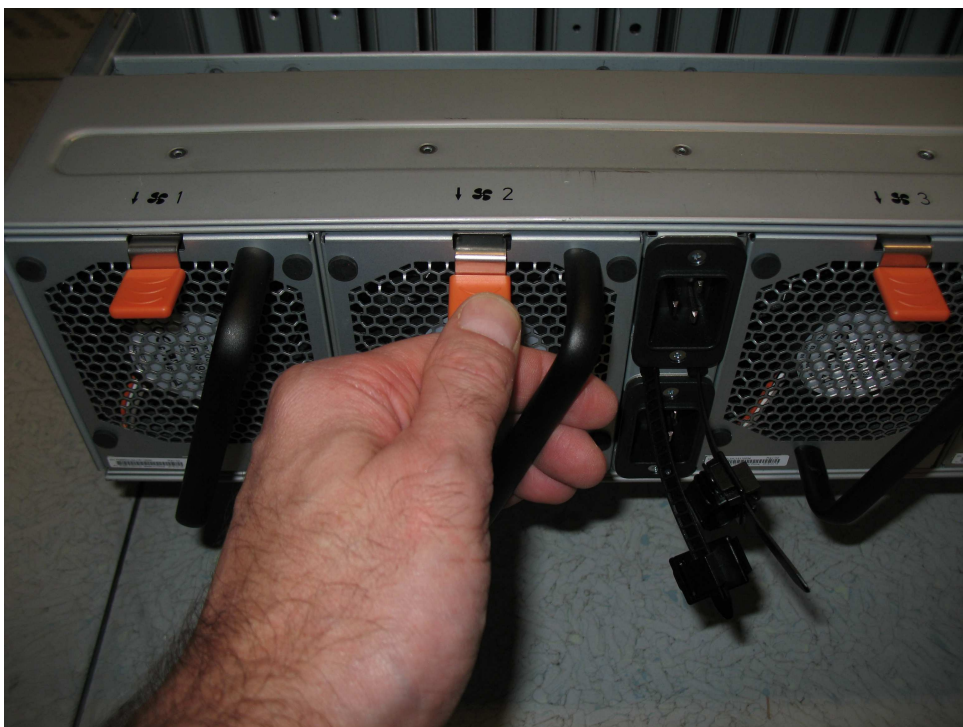

图 121. 风扇模块松开卡口
2. 按下风扇模块上的松开卡口，如第 121 页的图 121 中所示。